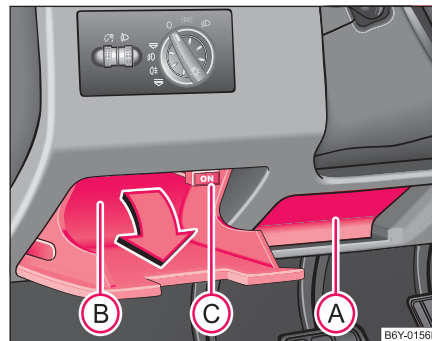

Fig. 72 Tableau de bord: Vide-poches côté conducteur
- (A) - Vide-poches ouvert sous le volant.
Le vide-poches refermable (B) s'ouvre en rabattant le couvercle en direction de la flèche ⇒ fig. 72.